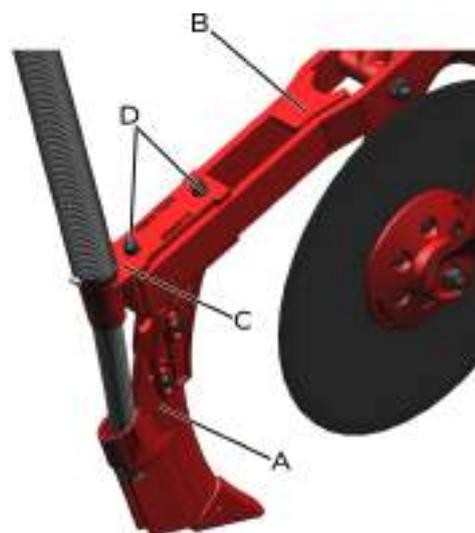

fig. 113
O sulcador (A) é montado na estrutura da linha (B) através do fixador (C) e afixado pelos parafusos, arruelas e porcas (D) (*fig. 113*).